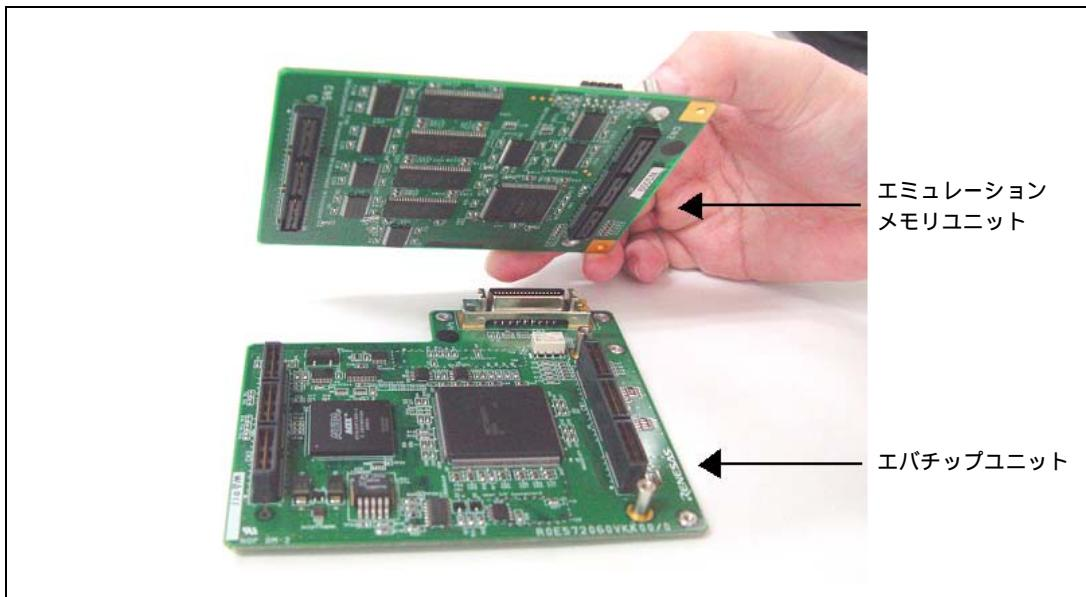

図 2.6 エミュレーションメモリユニットとエバチップユニットの接続方法
- エミュレーションメモリユニットとエバチップユニットを組み合わせてご使用になる場合には、図2.6のようにエミュレーションメモリユニットとエバチップユニットを接続してください。